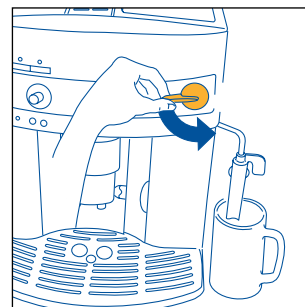

Fig.5
3. **IMMEDIATAMENTE DOPO, ENTRO MASSIMO 30 SECONDI** ruotare la manopola vapore in senso antiorario fino a fine corsa (fig.5) (è normale che la macchina diventi rumorosa).
- Ruotare la manopola vapore di mezzo giro in senso antiorario fino a fine corsa (fig. 5): l'acqua calda esce dal cappuccinatore e comincia a riempire il contenitore sottostante.
- Far defluire un po' di acqua o vapore per qualche secondo ruotando la manopola vapore in senso antiorario fino a fine corsa (fig. 5). Con questa operazione, il tubo vapore scarica l'eventuale latte che può essere rimasto al suo interno. **IMPORTANTE:** Per motivi di igiene si raccomanda di fare sempre questa operazione in modo da evitare che il latte ristagni nei circuiti interni del cappuccinatore.